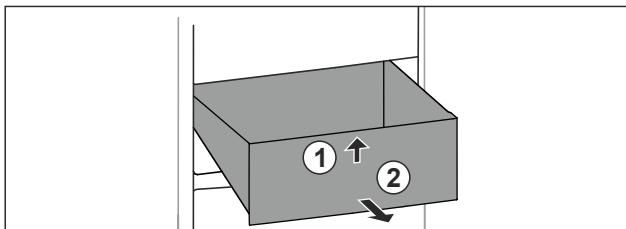

Fig. 59
- Приподнимите выдвижной ящик спереди. Fig. 59 (1)
- Извлеките выдвижной ящик движением вперед. Fig. 59 (2)